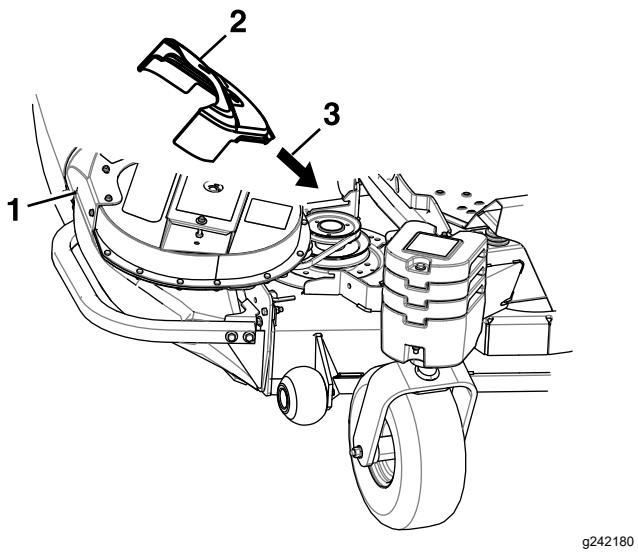

Figura 8
- Coloque la cubierta de la correa oblicuamente y deslícela por debajo del bastidor de la carcasa (Figura 8).